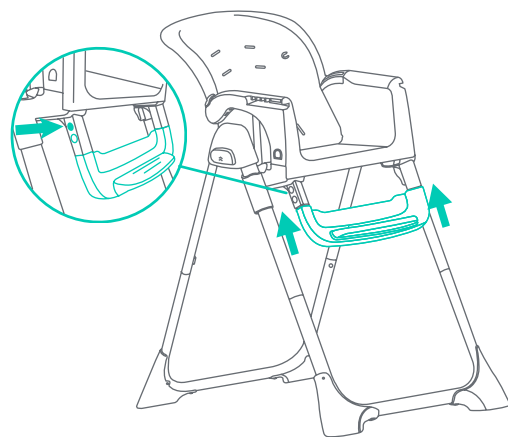

Fig. 6
- 6) • Deslice el reposapiés en el soporte de altura (Fig. 6). Coloque a presión el reposapiés en su lugar.
NOTA: Ajuste la altura del apoyapiés apretando ambas lengüetas simultáneamente y levantándolo (Fig. 6).